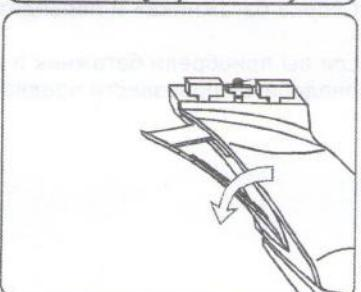

рис. 4
1.2.1.1. С задней стенки снимите лючок опоры (рис. 4).